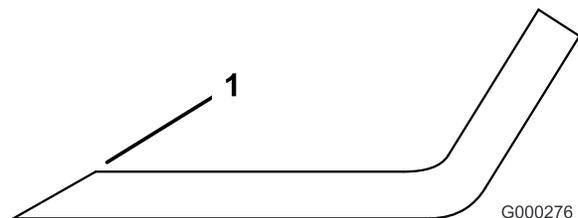

Figure 87
1. Au moyen d'une lime, aiguiser les tranchants aux deux extrémités de la lame (Figure 87). Veillez à conserver l'angle de coupe d'origine. Limez la même quantité de métal sur chacun des deux tranchants pour ne pas déséquilibrer la lame.